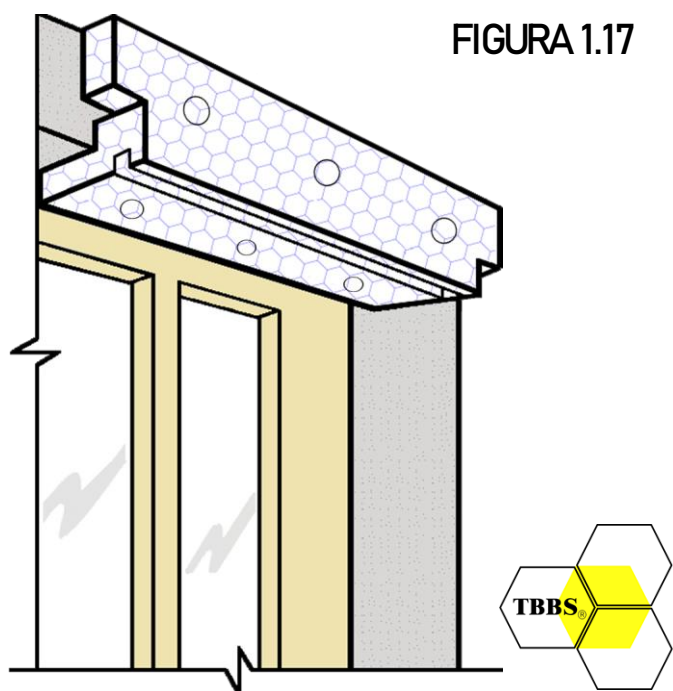

FIGURA 1.17
- El área inferior del esquinero cubrirá la base del dintel y el área exterior quedará disponible para recibir el acabado del sistema. (FIGURA 1.17)